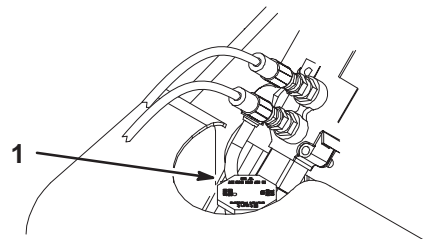

Bild 8
3. Schrauben Sie den Kühlerfülldeckel ab und überprüfen Sie den Kühlmittelstand (Bild 8). Das Kühlmittel muss bis zum Einfüllstutzen stehen.